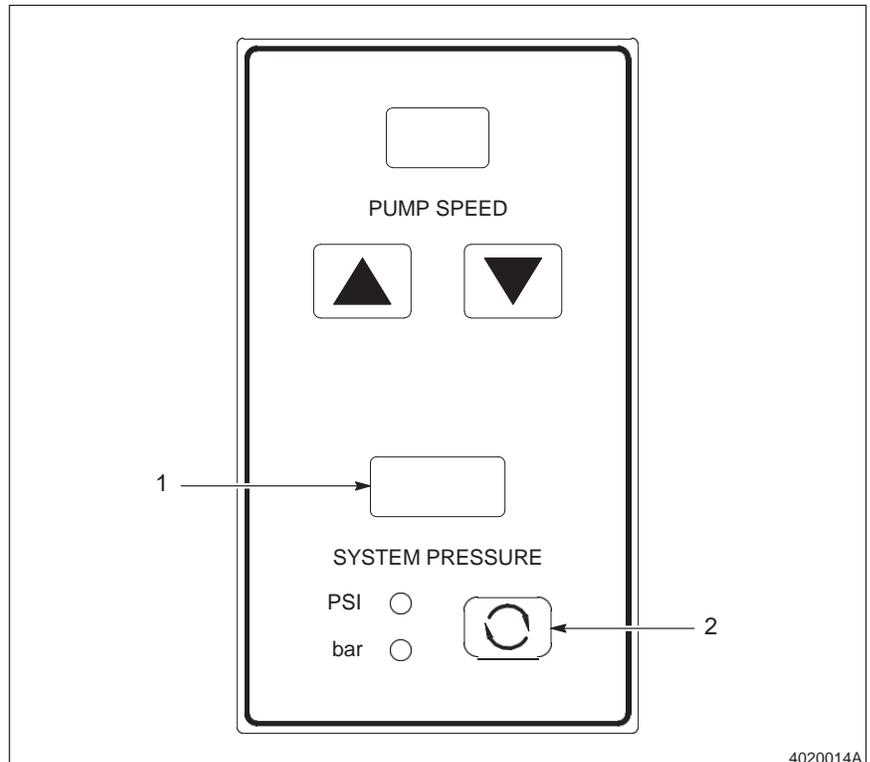

Fig. A 5-5 Trocando a Pressão do Sistema/ Unidade de Medida
Ver a Figura A 5-5. Para ligar a unidade de medida exibida no visor da pressão do sistema (1), pressionar a unidade da tecla de medida (2). A unidade correspondente do indicador de medido a próximo à unidade da tecla de medida acenderá para indicar qual unidade está atualmente sendo exibida.